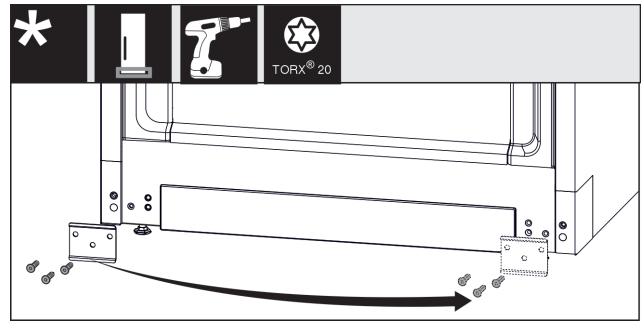

Fig. 12
- Lironi vidat e llamarinës, kthejeni atë në anën tjetër dhe mbërtheni sërish me vida. Fig. 12 (1)
- Vendosni sërish në vend kapakun mbulues në anën tjetër. (1)